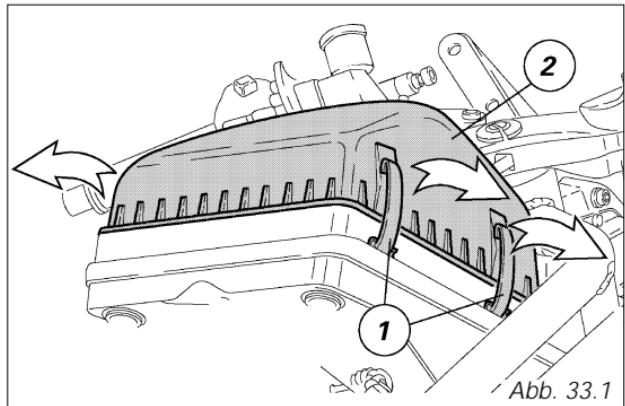
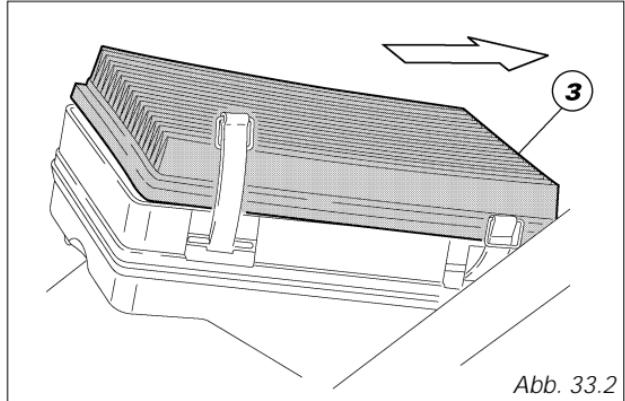

Abb. 33.1
Abb. 33.2
Der Luftfilter muss den im Instandhaltungsplan (siehe Garantieheft) vorgeschriebenen Zeiten gemäß ersetzt werden. Um an den Filterkasten gelangen zu können, muss der Benzin-tank angehoben werden. Für die Abnahme des Filters zuerst die Befestigungsklammen (1, Abb. 33.1) des Deckels an beiden Seiten des Filterkastens aushaken, dann den Deckel (2) abnehmen. Den Filtereinsatz (3, Abb. 33.2) entfernen und austauschen.